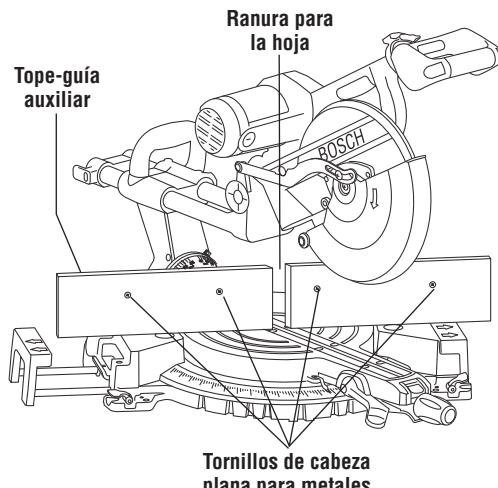

Figura 24. Tope-guía auxiliar
- Coloque un pedazo de madera contra el tope-guía de la sierra para cortar ingletes (Figura 24). (La madera puede tener una altura máxima de 4-1/2". Compruebe que el ensamblaje del cabezal no interfiera con el tope-guía auxiliar.)